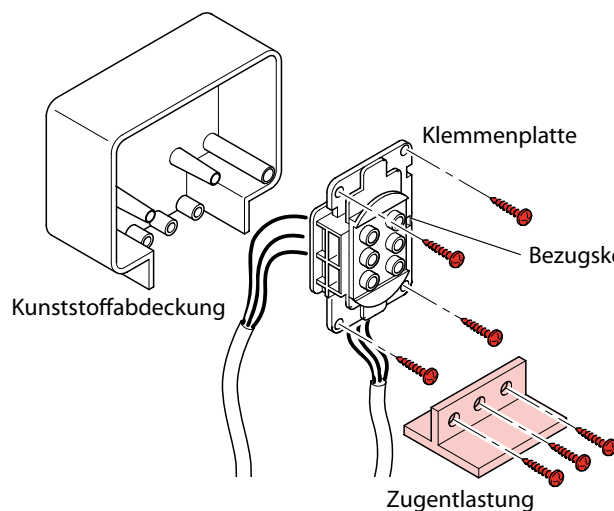

Abb. 3
2. Die Klemmenplatte in den Kunststoffdeckel einsetzen und mit den zugehörigen Schrauben befestigen. Dann die Kabel mit der Zugentlastung am Deckel sichern (siehe Abb. 3).